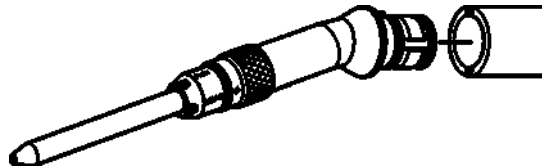

Рис. 1. Установка патрона
1. Совместите точки на патроне и рукоятке и надавливанием присоедините патрон к рукоятке до щелчка (Рис. 1)